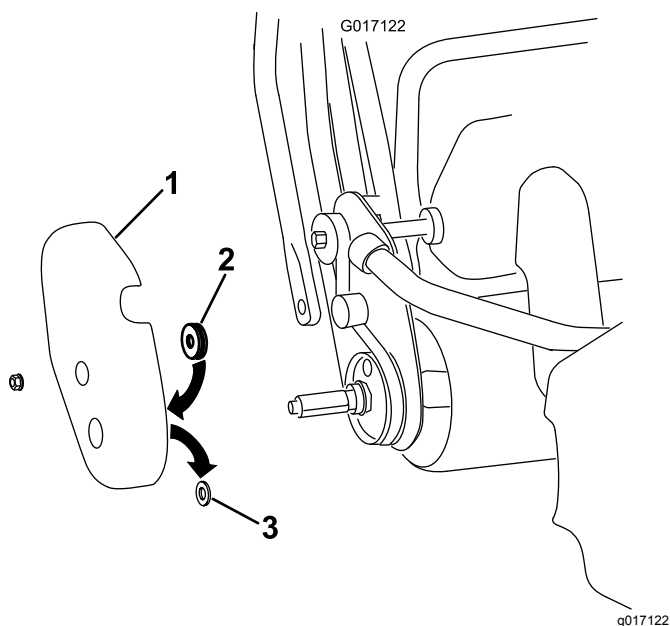

Рисунок 5
- Снимите с машины правую крышку привода барабана (Рисунок 5).
- Извлеките из отверстия под вал в крышке барабана и удалите в отходы резиновую втулку (Рисунок 5).
- Приклейте с внутренней стороны крышки войлочное уплотнение, расположив его вокруг отверстия под вал (Рисунок 5).